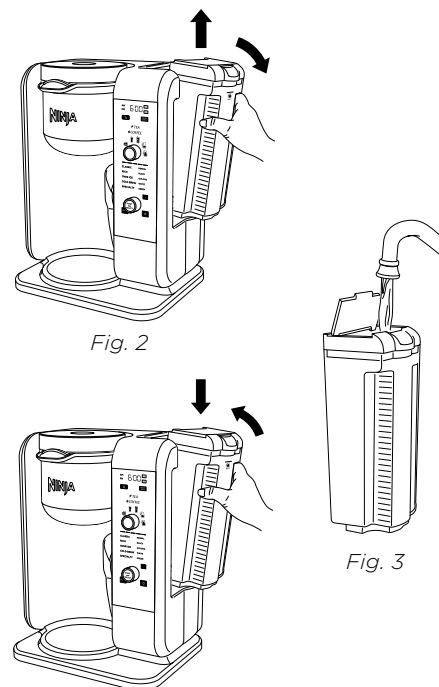
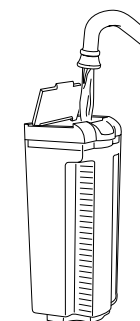
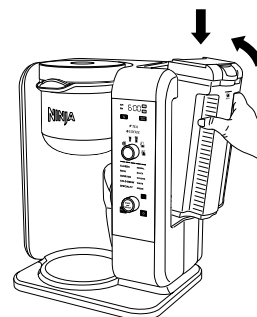

Fig. 2
Fig. 3
Fig. 4
- 1 Pour remplir le réservoir d'eau, utilisez les poignées pour le faire glisser vers la droite et le soulever de la machine (fig. 2). Ouvrez le couvercle du réservoir ou enlevez-le complètement, puis ajoutez de l'eau fraîche et filtrée, sans dépasser la ligne de remplissage maximal (fig. 3). Remplacez le réservoir d'eau dans la machine (fig. 4). **NE REMPLISSEZ PAS** le réservoir avec des liquides autres que l'eau, car ils peuvent endommager votre machine.